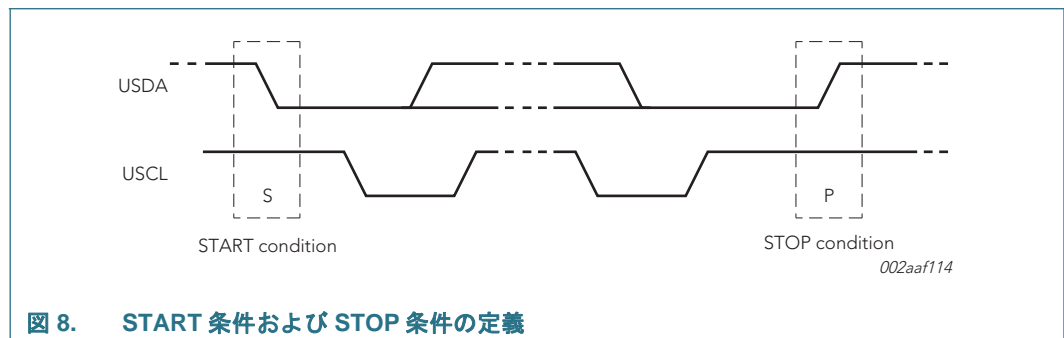

図 8. START 条件および STOP 条件の定義
バスがビジーでないとき、データラインとクロックラインはどちらも HIGH であることが必要です。クロックが HIGH の間におけるデータラインの HIGH から LOW への移行は、START 条件として定義されます (S)。クロックが HIGH の間におけるデータラインの LOW から HIGH への移行は、STOP 条件として定義されます (P) (図 8 を参照)。